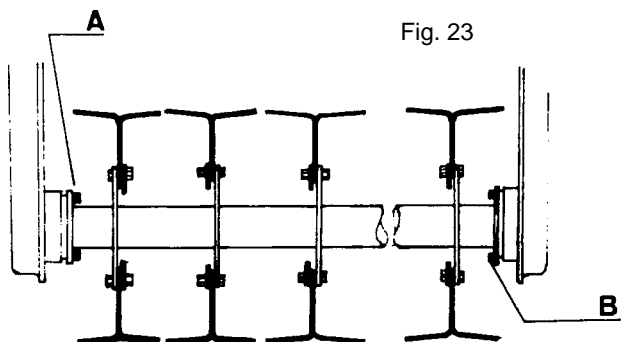

Fig. 23
I Rotalabour HR41 e HR43 possono essere muniti di rullo posteriore. La Fig 23 mostra questa attrezzatura composta dal rullo (A) dai bracci (B) e (C) e dal sistema di regolazione (D). Si può regolare la distanza fra il rullo e il rotavator facendo scorrere il braccio forato (C) e fissandolo con bulloni (E) nella posizione desiderata.